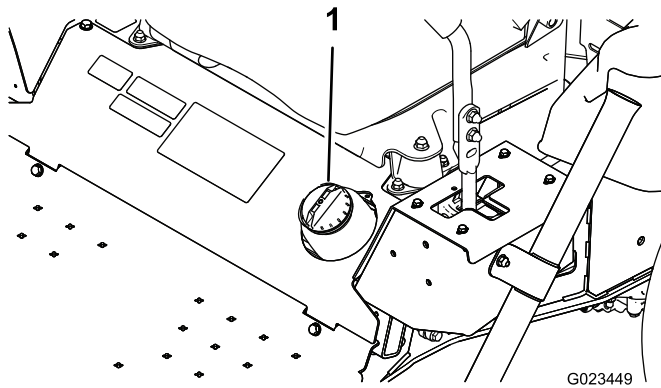

Figura 17
1. Limpie la zona alrededor del tapón del depósito de combustible (Figura 17).